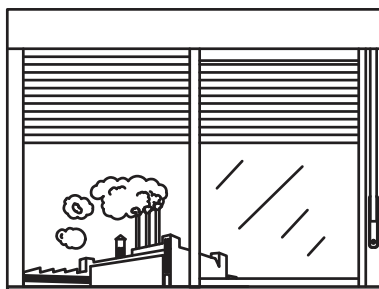

Figura 4 – Distância mínima de fontes poluidoras.
- a)** Produtos instalados a menos de 1000 metros de fontes poluidoras como empresas químicas que utilizam solventes orgânicos (Figura 4).